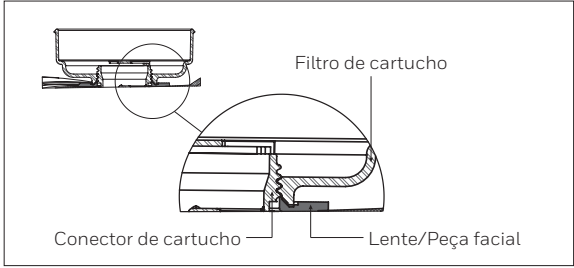

Figura 5
- Não aperte demais, pois isso pode rachar os conectores dos cartuchos. (Figura 5).